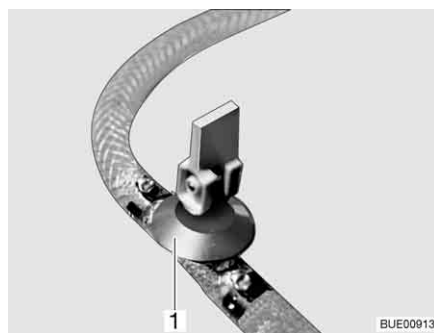

Bild 142 Ablasshahn
- Ablasshahn/Ablasshähne schließen. Dazu den Kipphebel (Bild 142,1) waagrecht stellen.
- Ablasshahn/Ablasshähne (Bild 142) öffnen. Dazu den Kippschalter (Bild 142,1) senkrecht stellen. Der Boiler wird nach außen entleert.